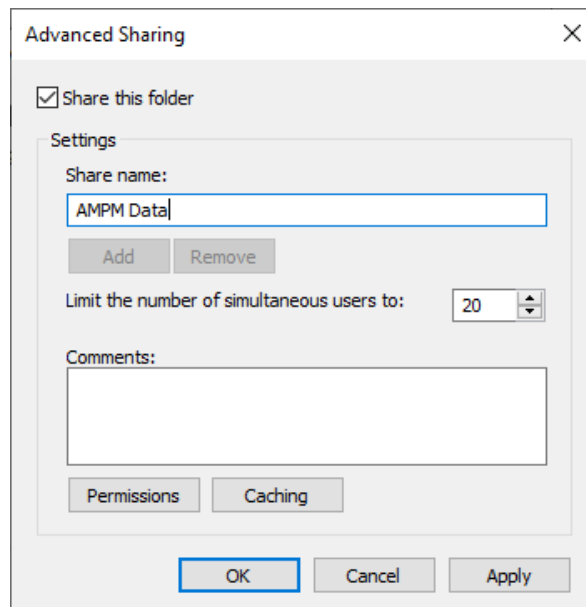

Abbildung 45 „Share this folder“ (Diesen Ordner freigeben)
2. Aktivieren Sie das Kästchen **Share this folder** (Diesen Ordner freigeben) (siehe Abbildung 45).